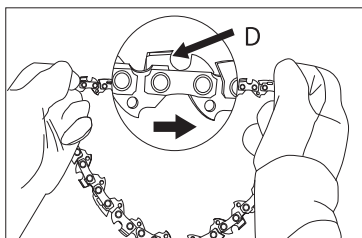

Рис. 7
5. Разложите цепь по кругу с режущими кромками (D), выровненными по меткам на защитном кожухе и шине цепной пилы (рис. 7).